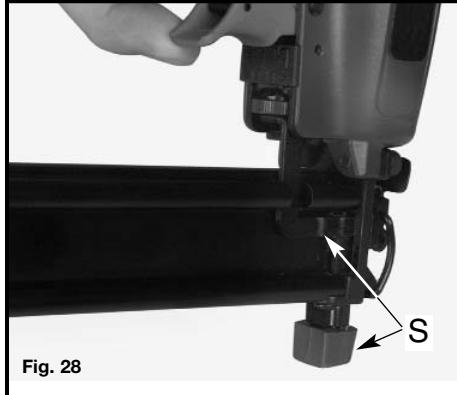

Fig. 28
Cet outil est expédié de l'usine avec un déclencheur « à activation séquentielle unique ». Pour tirer, empoignez fermement l'outil pour garder le contrôle, positionnez le nez de l'outil sur la surface de travail, poussez l'outil fermement contre la surface de travail pour enfoncez le mécanisme de sécurité (S) Fig. 28, et resserrez le déclencheur pour tirer un clou. Laissez l'outil reculer pour s'éloigner de la surface de travail lorsque le clou est envoyé. Cette méthode « d'activation séquentielle unique » fournit la mise en place de l'organe d'assemblage la plus précise.